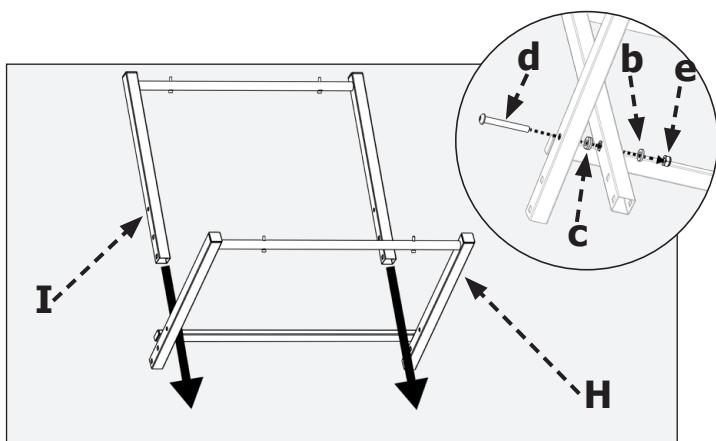

FIGURA 1
Ensamble la pieza de la base 2 (I) a través de la pieza de la base 1 (H) que tiene un apoyo transversal como se muestra en la (FIGURA 1). Asegure el conjunto de la base con el tornillo de cabeza hexagonal M8 x 65 mm (d), el espacio M8 (c), la arandela M8 (b) y la tuerca de bloqueo M8 (e). (FIGURA 1)